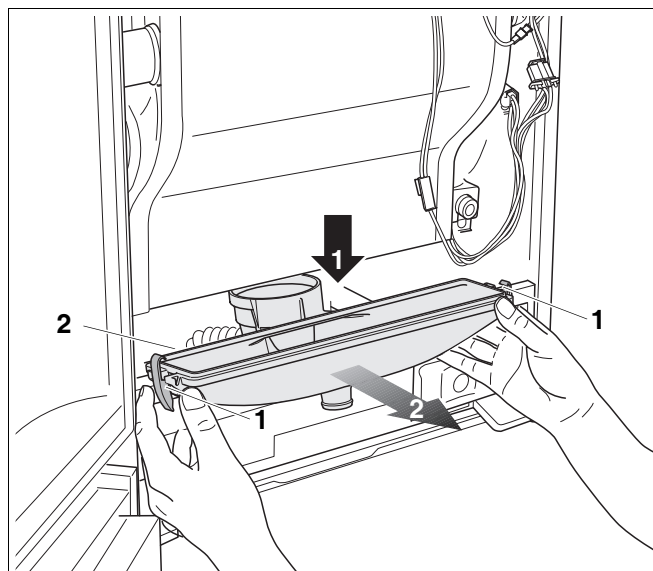

Fig. 120 Aftagning af kondensbakken
- Åbn de 2 klemmer til venstre og højre på kondensbakken (fig. 120, **pos. 1**).
- Træk kondensbakken ned (fig. 120, **trin 1**) og tag af forfra (fig. 120, **trin 2**).
- Kontrollér pakningen mellem kondensbakken og varmeveksleren (fig. 120, **pos. 2**) for skader, og udskift eventuelt.